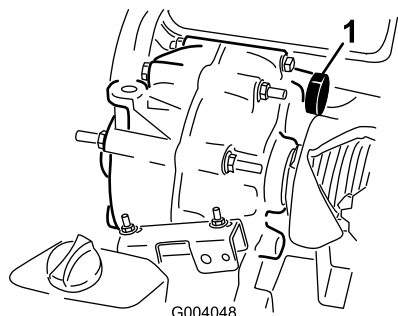

Figura 61
7. Encha o reservatório (Figura 61) através do orifício do tampão de enchimento com aproximadamente 1,4 litros do óleo especificado ou até o nível de óleo na transmissão estar alinhado com a parte inferior das estrias (Figura 60).